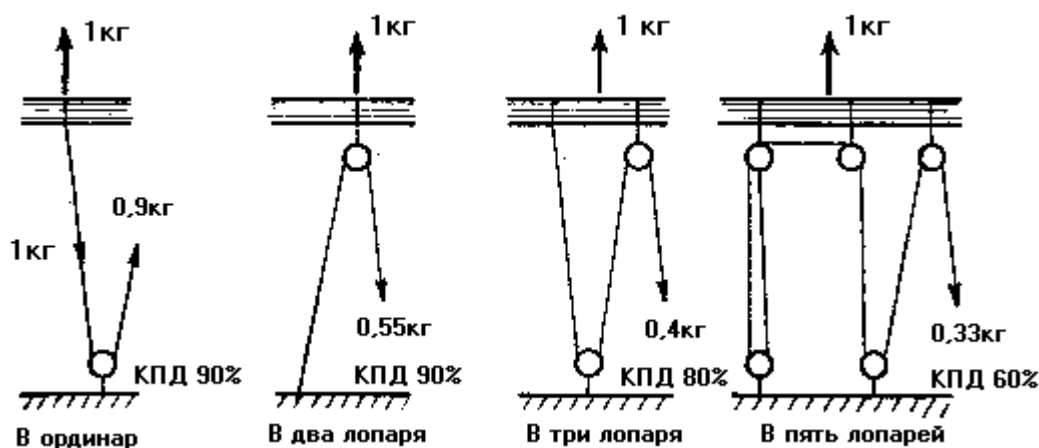

Рис. 44. Некоторые способы проводки гика-шкотов
**Блоки** служат для облегчения работы с бегучим такелажем и изменения направления тяги. Неподвижный блок не дает выигрыша в силе и служит лишь для изменения ее направления. Подвижной блок дает выигрыш в силе примерно вдвое, но для перемещения груза требует вдвое больше снасти, чем потребовалось бы без блока. Для определения выигрыша в силе, который дают тали считают, сколько снастей держит груз. Сколько таких снастей—**лопарей**, таков примерно и выигрыш в силе. Различные виды талей показаны на **рис. 44**. Сколько лопарей в таях, во столько раз длиннее надо взять конец для образования талей.
Коэффициент полезного действия блока (к. п. д.) тем меньше, чем больше трение шкива по оси и о щеки, больше перегиб троса и трение самого троса. При нормальной конструкции и размерах блока его к. п. д. составляет около 90%; значит, сила на ходовом конце на 10% больше, чем на коренном. Если тали сложной конструкции, то потери довольно велики: в частности, на таях в три лопаря (рис. 44) на ходовом конце надо прилагать силу не 0,33 кг, а примерно 0,41 кг, а при пяти лопарях—не 0,2 кг, а 0,34 кг, т. е. на 70% больше теоретической силы.